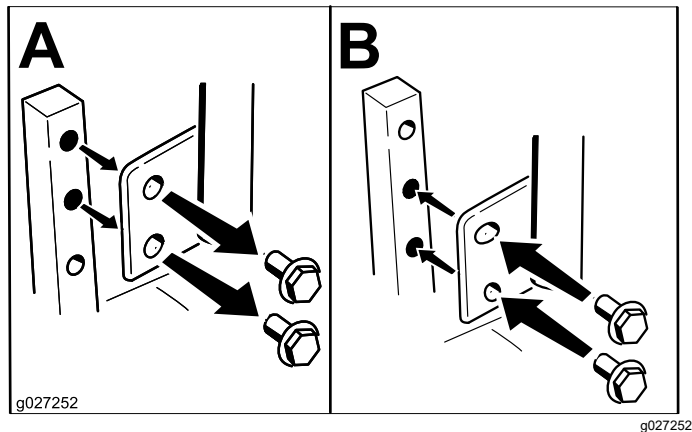

Figura 12
Potete regolare le leve di controllo del movimento più in alto o in basso al fine di ottenere il massimo comfort (Figura 12).
2. Allentate il bullone inferiore appena a sufficienza per ruotare la leva di controllo in avanti o all'indietro (Figura 12).